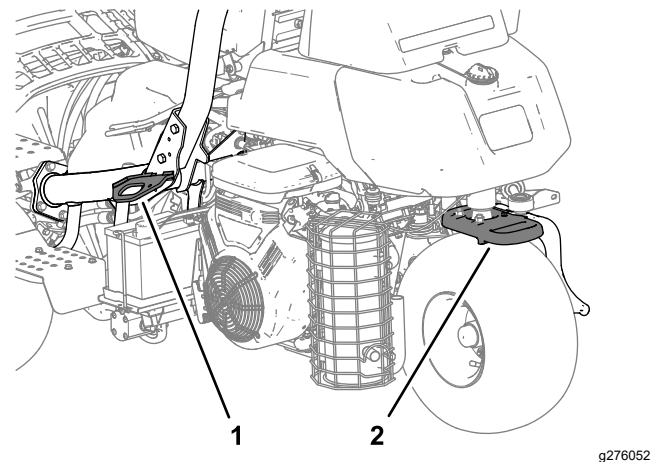

Figura 25
- Amarre a máquina com firmeza utilizando cintas, correntes, cabos ou cordas. As cintas dianteiras e traseiras devem ser direcionadas para baixo, afastadas da máquina (Figura 25).